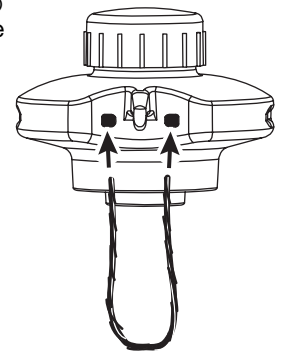

Fig. 5
1. Insérez chaque extrémité du fil de remplacement dans les trous des deux côtés du crochet de retenue (Fig. 5).